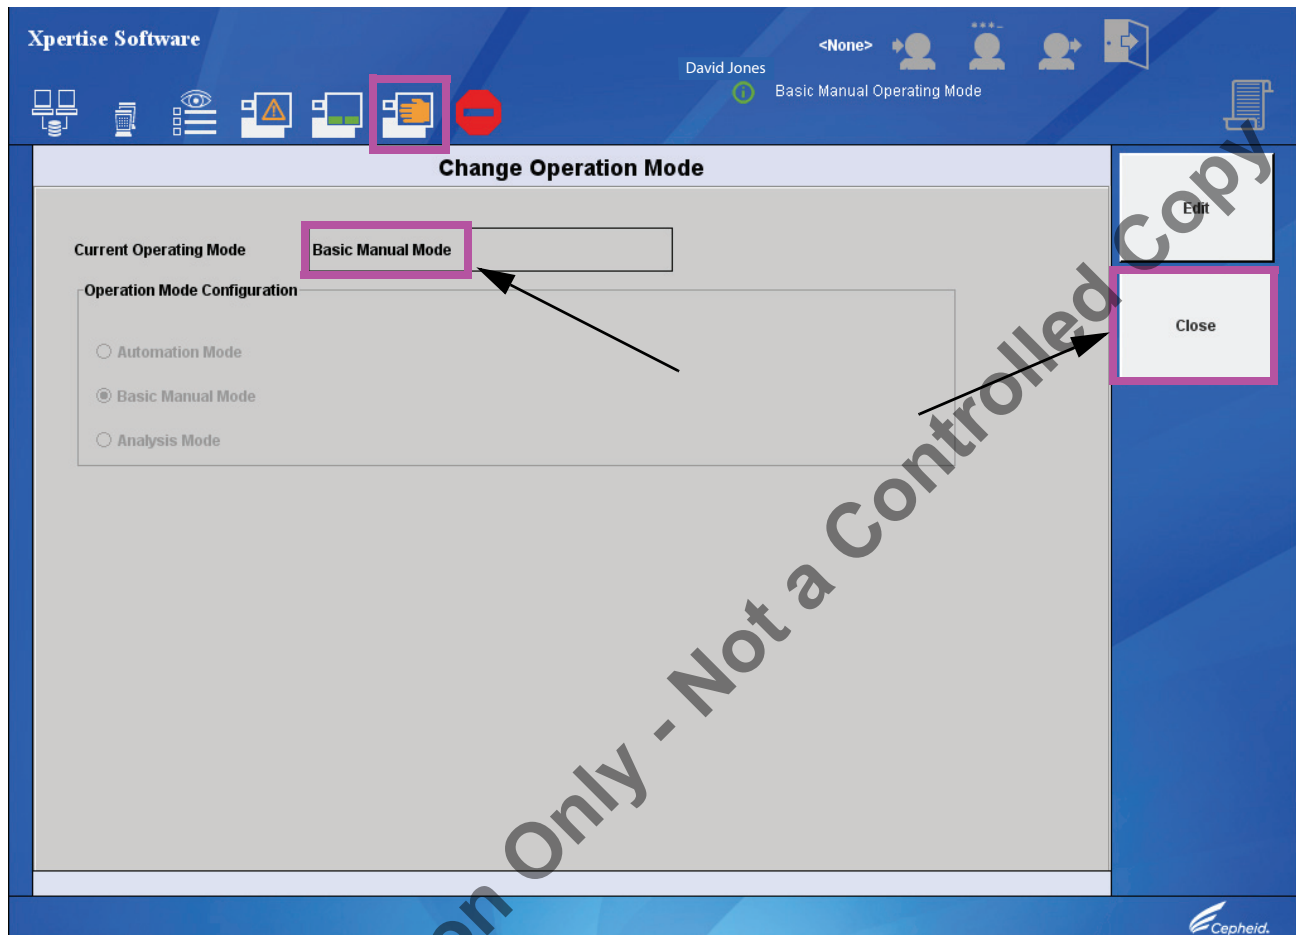

Figura 58. Área de trabalho Change Operation Mode (Alterar modo de funcionamento) indicando o Basic Manual Modo (Modo manual básico)
Aparece a área de trabalho Change Operation Mode (Alterar modo de funcionamento) (Figura 58) com o Current Operation Mode (Modo de funcionamento actual) alterado para Basic Manual Mode (Modo manual básico), estando o respectivo ícone presente no painel de controlo.
11. Prima o botão **Close (Fechar)** (Figura 58).